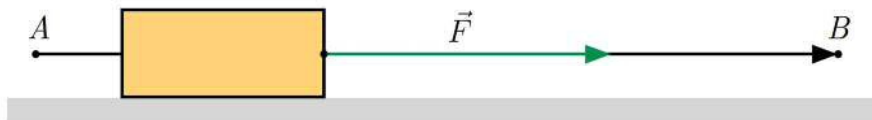

FIGURE 4.1 – Force parallèle au déplacement
- Le travail W d'une force \vec{F} orientée dans la direction et dans le sens du déplacement (figure 4.1) est défini par l'expression :